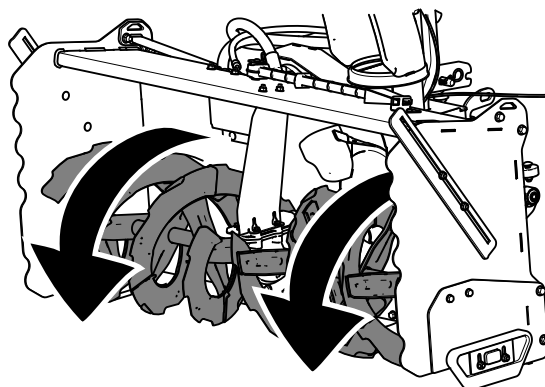

Figure 22
**Remarque:** La vis sans fin doit tourner dans le sens antihoraire vue du côté gauche de la position d'utilisation (Figure 22). Si la vis sans fin ne tourne pas dans la bonne direction, intervertissez les raccords au bout des flexibles hydrauliques qui sont branchés au kit grand débit.